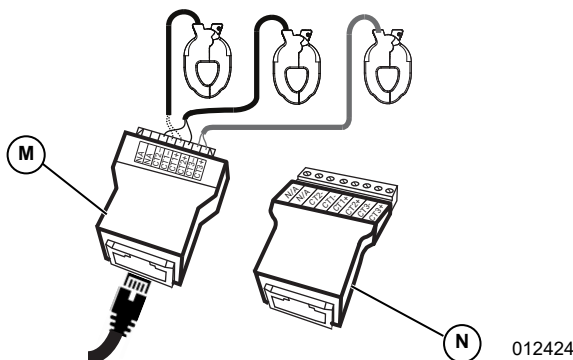

Figura 5-18. Adaptador de desconexión RJ-45
1. Consulte la **Figura 5-18**. Conecte los conductores de CT a los adaptadores de desconexión RJ-45 con terminales a presión (M) o terminales de tornillo (N) de acuerdo con la etiqueta del adaptador de desconexión.